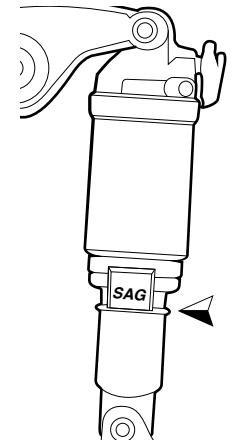

Figure 22. SAG Adjuster
- Descendez du vélo doucement sans créer d'à-coup et mesurez le SAG (Figure 22). Un SAG trop faible indique qu'il y a trop de pression dans votre fourche, vous devrez alors enlever de l'air à votre suspension. À l'inverse, un SAG trop élevé indique qu'il n'y en a pas assez, vous devrez alors ajouter de l'air à la suspension. Pour ce faire :
Votre Moustache est équipé d'un petit clip en plastique avec l'inscription « SAG Adjuster ». Le SAG idéal est atteint lorsque le joint torique est aligné avec l'extrémité de cette pièce comme sur la Figure 22. Si le joint est allé plus loin, c'est que votre amortisseur manque d'air. À l'inverse si le joint n'a pas atteint la graduation, c'est qu'il y a trop d'air dans l'amortisseur.